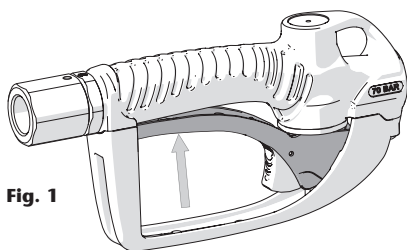

Fig. 1
1. Accione el gatillo hasta su máxima apertura (fig. 1).